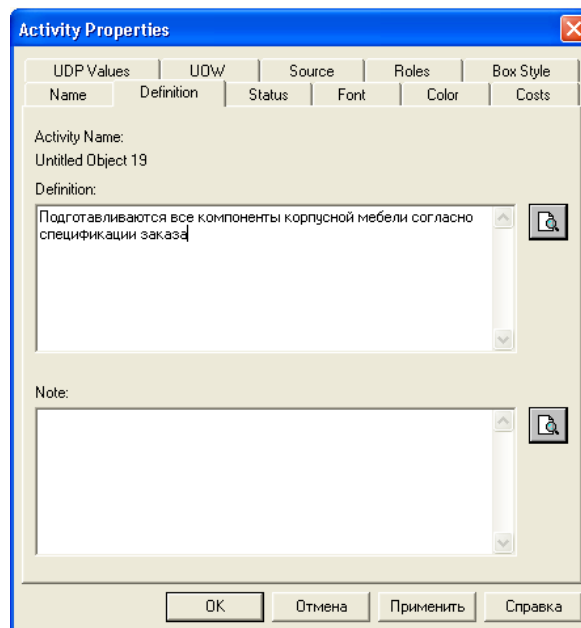

Рис. 6.11. Диалоговое окно свойств работы
5. Во вкладке **Definition** внесите определение «Подготавливаются все компоненты корпусной мебели согласно спецификации заказа» (рис. 6.11.).